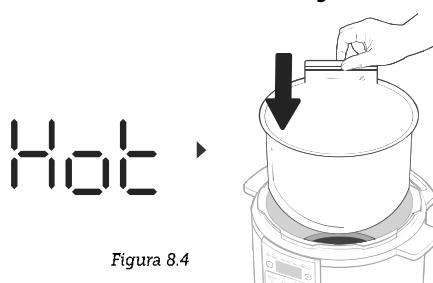

Figura 8.4
9. Cuando la pantalla indique "**CALIENTE**", retire la tapa y sumerja con cuidado los alimentos en la olla interior. [Figura 8.4]